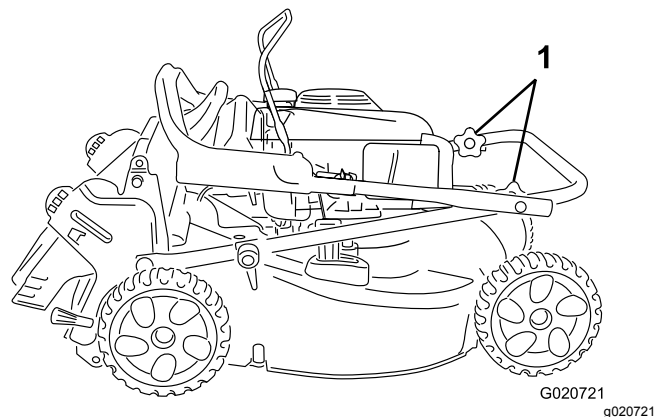

Рисунок 22
3. Поверните верхнюю часть рукоятки обратно в сторону двигателя; см. Рисунок 22.